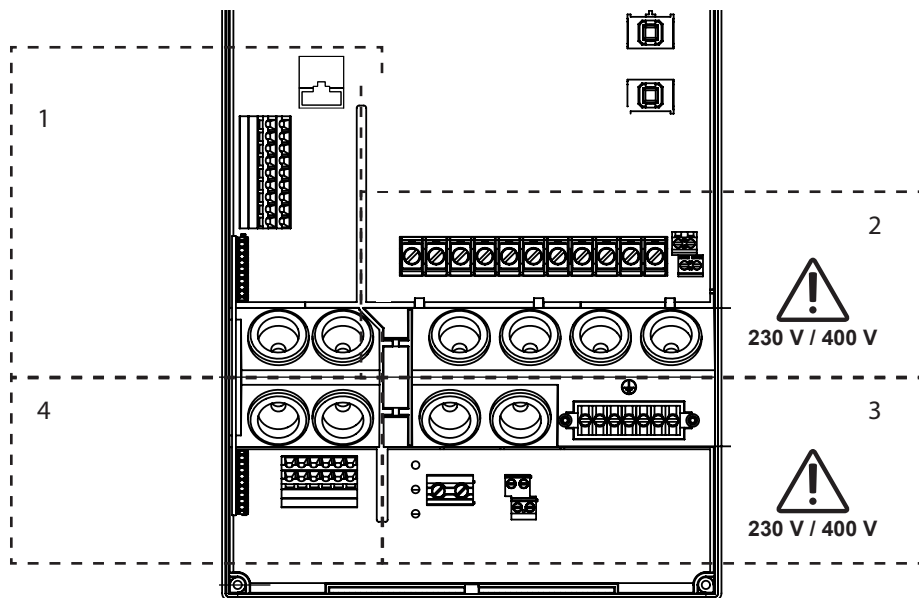

Rys.3 Odłączanie płaskiego kabla taśmowego
3. Ostrożnie pociągnij płaski kabel taśmowy **E**, aby go wyjąć z gniazda (**Rys.3**).